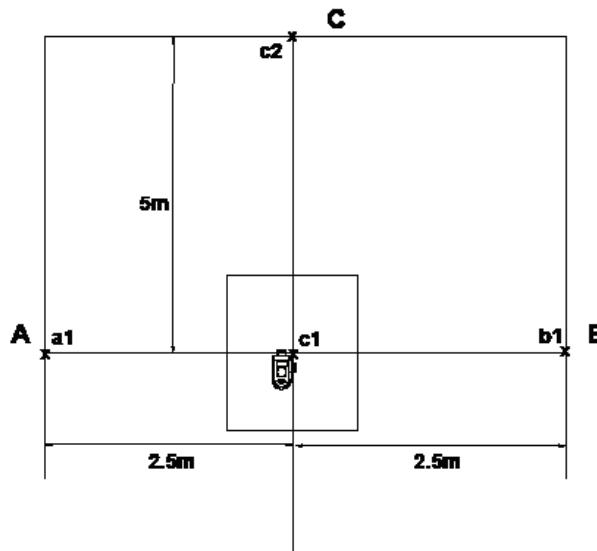

figura 7
- Marcare il punto c2 sul muro di fronte C, al centro della linea verticale (vedi figura 7).4 Merkitse piste c2 etuseinälle C, keskelle pystysäädettää (ks. kuva 7).